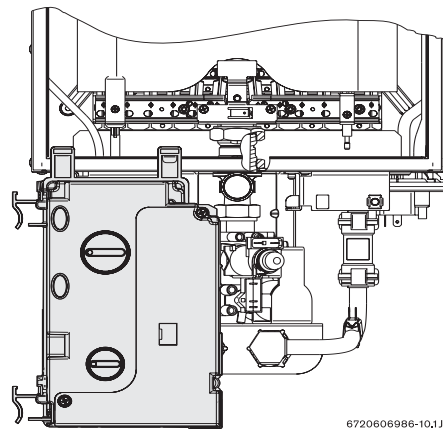

Fig. 13 Caixa de comando - posição de ajuste de gás
- ▶ Uma vez a caixa de comando retirada, posicioná-la de acordo com a Fig. 13.